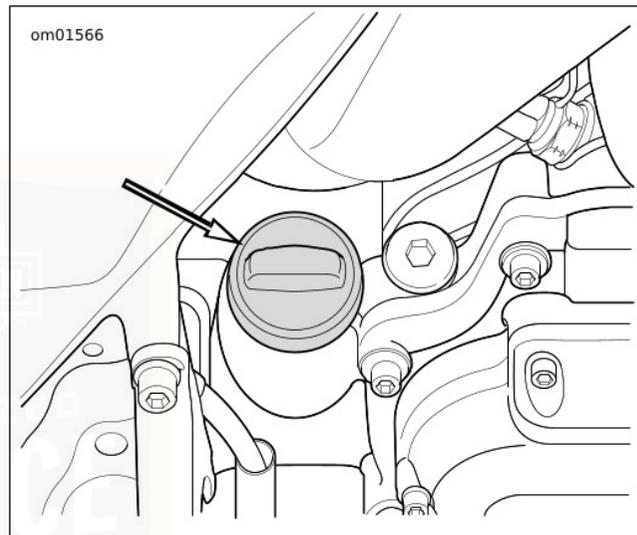

Figure 61. Bouchon de remplissage d'huile moteur
2. Voir Figure 61. Vérifier le niveau d'huile moteur.
3. Voir Figure 61. Vérifier le niveau d'huile.